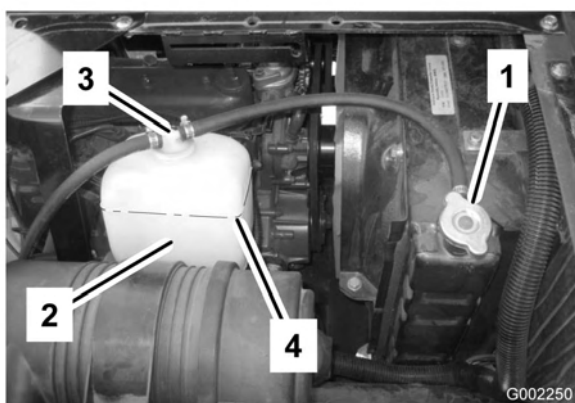

Figura 52
3. Retire cuidadosamente a tampa do radiador e a tampa do depósito de expansão (Figura 52).